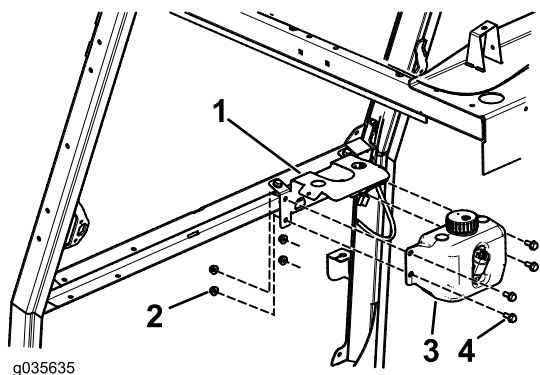

Figura 7
2. Instale el depósito en el soporte con 4 pernos (5/16" x 3/4") y 4 tuercas con arandela prensada (5/16"), según se muestra en Figura 7.